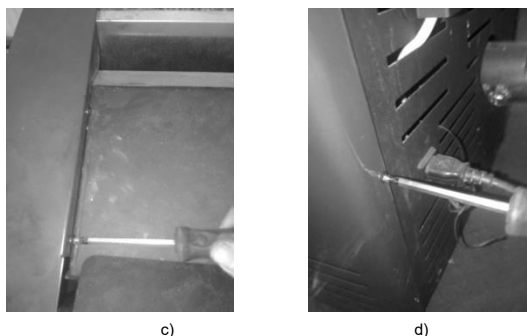

Figura 13 – Retirar tapas laterales
1. Abra la tapa del depósito de pellets, en la zona superior del equipo, como se muestra en la figura 13.